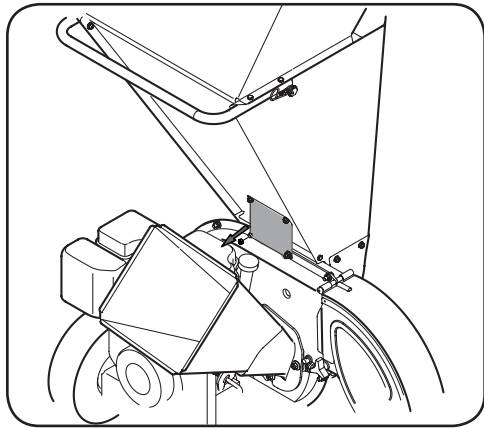

Figura 4-3
2. Saque las dos tuercas con reborde (y los pernos hexagonales) que sujetan el soporte de la tolva a la caja del motor. Guarde los accesorios. Vea la Figura 4-3.